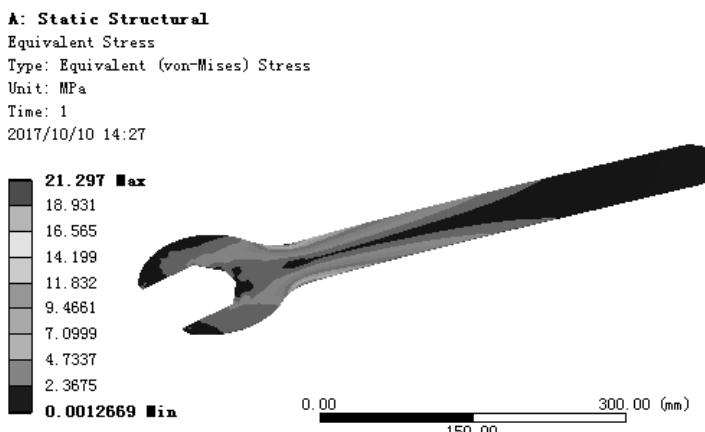

图 7.5.23 应力结果图解
(1) 求解分析。在顶部工具栏中单击 按钮求解分析。
(2) 查看应力结果图解。在“Outline”窗口中选中 Equivalent Stress，查看图 7.5.23 所示的应力结果，其最小应力为 0.0012669 MPa，其最大应力为 21.297 MPa。